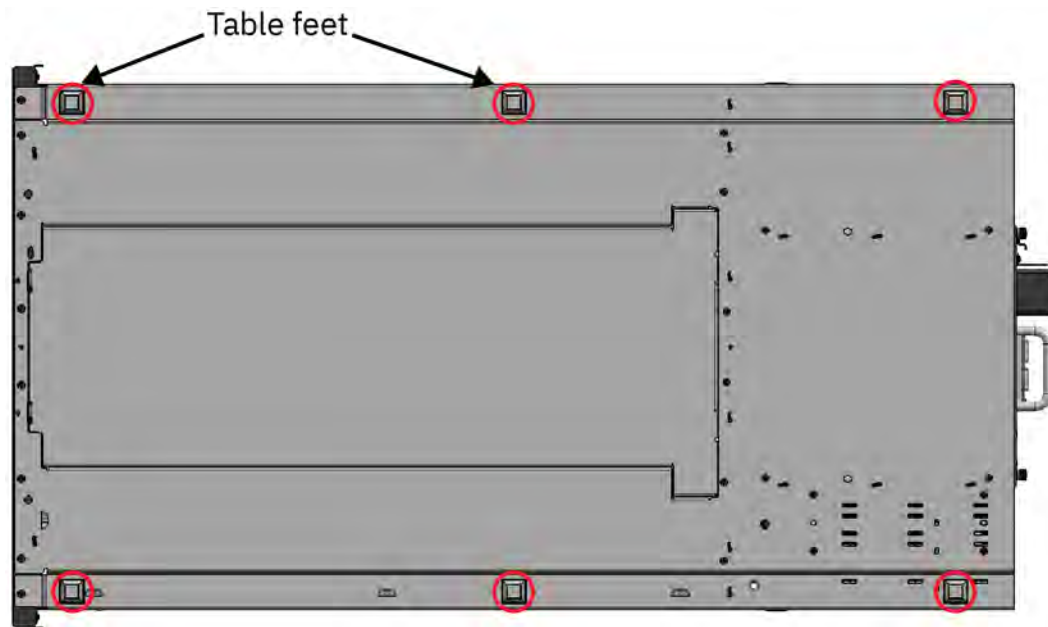

Figura 27. Piedini da tavolo
4. Aggiungere i piedi alla base del modulo. Vedere Figura 27 a pagina 53.